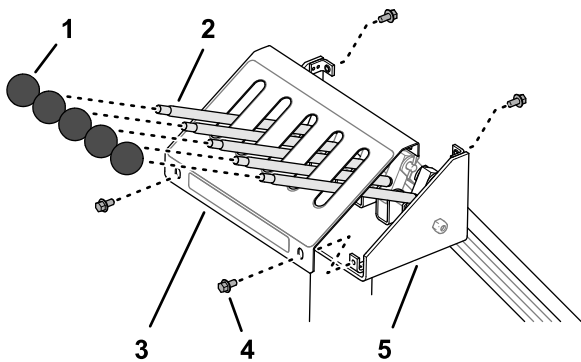

Figure 30
1. Placez le couvercle par-dessus les leviers (Figure 30).
- Fixez le couvercle sur la console (Figure 30) à l'aide des 4 vis à embase que vous avez retirées sous Dépose du couvercle de la console de commande (page 10).
- Vissez les 3 pommeaux retirés sous Dépose du couvercle de la console de commande (page 10) et les 2 pommeaux du kit de conversion 5 à 7 sur les leviers (Figure 30).